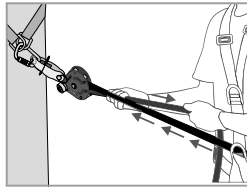
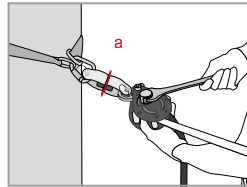

Fig 3
Fig 4
Nachdem die Sicherungsleine installiert ist, muss eine Voreinstellung der Spannung vorgenommen werden, dazu zieht man manuell an der Leine (Seite des Endknotens — Abb. 3). Die Nocke (8) und der Nockenhebel (4) müssen automatisch an das Seil greifen. Legen Sie den Nockenhebel (4) um und stellen Sie mit einem passenden Schlüssel die Spannung an der Spannungseinstellachse (1) ein, bis die Beilagscheibe der Spannungsanzeige (a) auf der Spannungsanzeige (2) sich frei drehen lässt (Abb. 4). Sobald diese sich frei bewegen kann, NICHT WEITER SPANNEN! Dies entspricht einer Vorspannung der Sicherungsleine von ungefähr 0.5 kN. Wenn die Sicherungsleine in Gebrauch ist, überprüfen Sie regelmäßig diese Spannung (Drehen der Beilagscheibe an der Spannungsanzeige) und stellen Sie sie gegebenenfalls in der oben beschriebenen Weise nach.